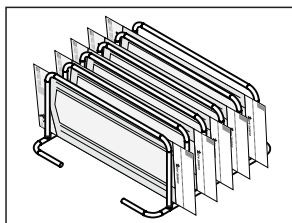
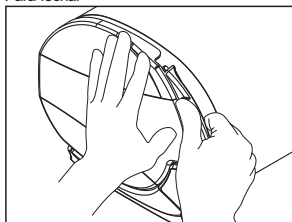

Fig. 12
Fig. 13
- b ► Acomode até 5 envelopes no suporte de envelopes (Fig. 12) e posicione-o no interior da câmara (vaso de pressão), não exceda esta quantidade para não sobrecarregar a autoclave. Feche a porta da autoclave pressionando-a contra a câmara (vaso de pressão) e movendo o fecho para baixo até o final do curso, até que as barras dos adesivos indicativos de fechamento de porta estejam alinhadas (Figs. 13 e 14).